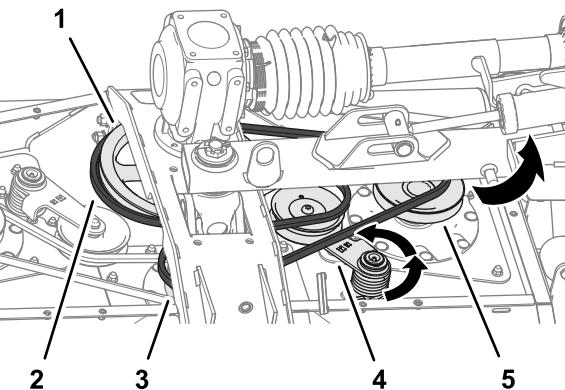

Figure 65
2. Au moyen d'une barre de levier ou d'un outil similaire, faites tourner le tendeur de la longue courroie dans le sens antihoraire et déchausez la courroie de la poulie de tendeur (Figure 65).
3. Déchausez la longue courroie de la poulie d' entraînement, de la poulie d' axe central et de la poulie d' axe droit (Figure 65).